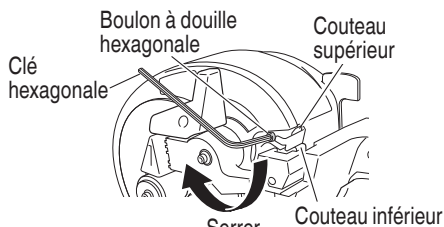

Fig. 29
- (7) Au moyen de la clé hexagonale fournie, veiller à ce que le boulon à douille hexagonale soit complètement serré. (Fig. 29)